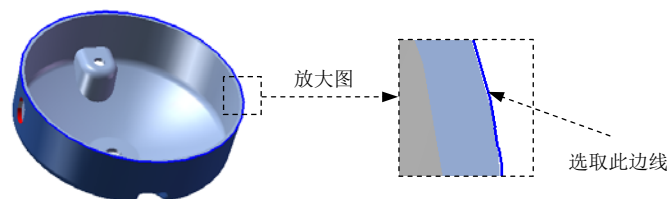

图 10.6.6 定义分型线
Step3. 定义分型线。选取图 10.6.6 所示的边线作为分型线。